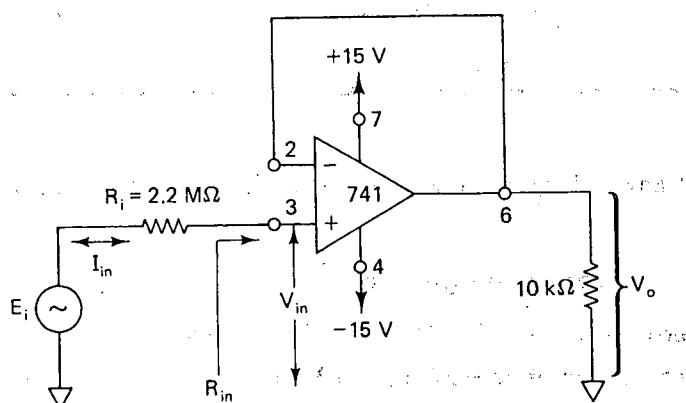

FIGURA LE3-3
- (a) Consulte la figura LE3-3 para medir R_{ent} . Ajuste E_i para 5.00 V rms a 100 Hz (onda senoidal). Las terminales se refieren a un encapsulado minidip de 8 terminales. No mida V_{ent} pues cualquier medidor cargaría al circuito.